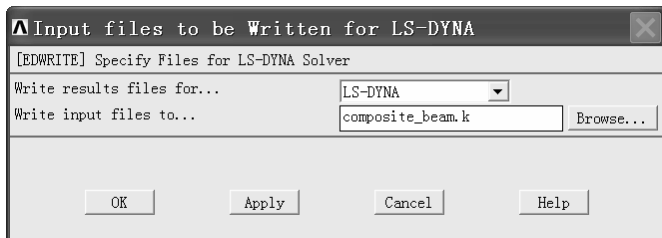

图 2-182 “Input files to be Written for LS-DYNA” 窗口 (2)
(3) 在 “Write input files to...” 窗口中 “文件名 (N):” 后的方框中输入 “composite\_beam.k”, 单击 “保存” 按钮, 然后再回到 “Input files to be Written for LS-DYNA” 窗口 (见图 2-182)。